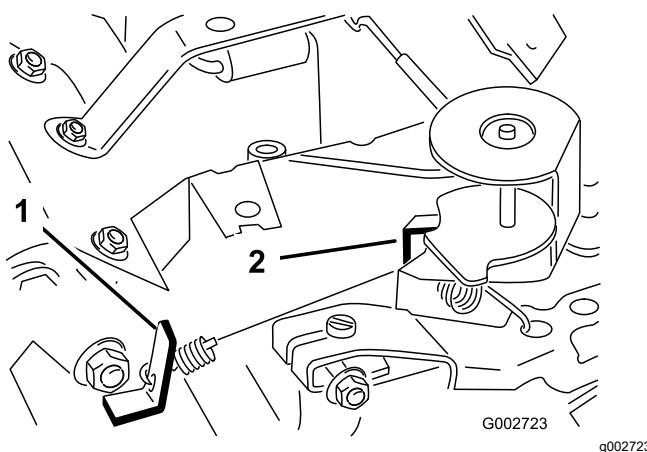

Bild 39
3. Biegen Sie den Anker-Federmitnehmer (Bild 39), um eine Leerlaufgeschwindigkeit von 1.675 U/min bis 1.175 U/min zu erzielen.
6. Biegen Sie den Federankermutter in der Vollgaseinstellung (Bild 39), bis Sie eine Vollgasdrehzahl von 3.350 U/min bis 3.450 U/min erzielen.